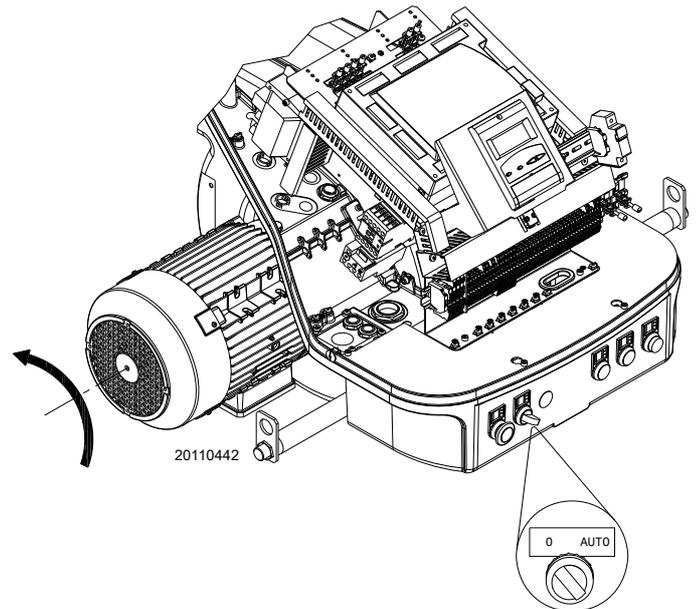

Abb. 30
Die Thermostate / Druckwächter schließen und den Schalter von Abb. 30 in die Position „AUTO“ stellen.
Sollten sie auf das Anliegen von Spannung hinweisen, muss der Brenner **sofort** gestoppt und die elektrischen Verbindungen müssen überprüft werden. Beim Anlaufen des Brenners die Drehrichtung des Motors überprüfen, siehe dazu Abb. 30.
- Den Schalter auf Abb. 30 auf „0“ stellen und warten, bis das Steuergerät die Abschaltphase ausführt;
- durch Betätigen des „0-AUTO“-Schalters von Abb. 30 auf Seite 31;